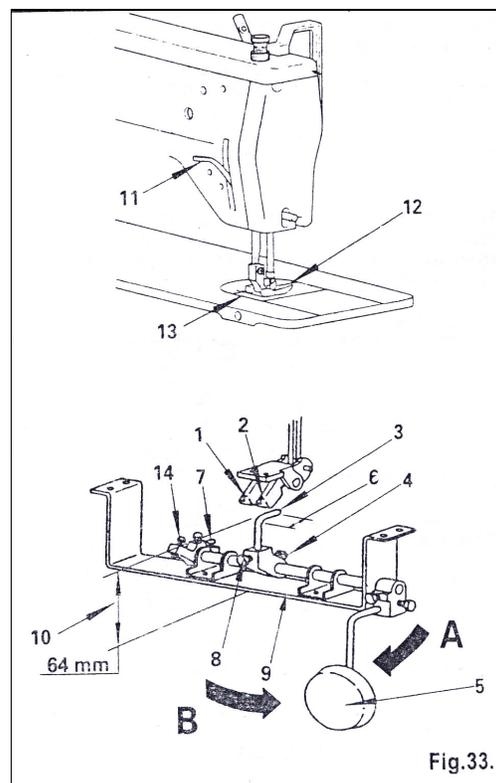

Fig.33.
Les bielles (1) et (2) montrés en figure 33 sont fixés sous la machine. La bielle (1) est utilisée pour lever et abaisser le pied presseur avec la genouillère, la bielle 2 est utilisée pour contrôler la jetée zigzag. (Voir figure 33)